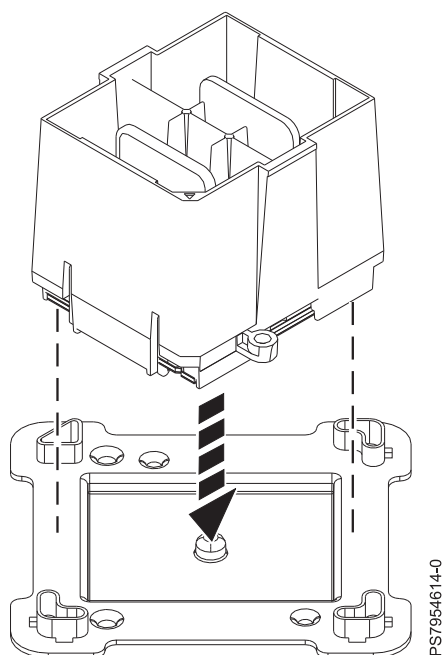

図 37. パッケージのトップ・カバーにツールを斜めにして置く
10. ツールの外側をつかみ、ツールとマイクロプロセッサをソケットから持ち上げ、ステップ 6 (75 ページ) で開いたマイクロプロセッサのパッケージのトップ・カバーに斜めにして置きます (81 ページの図 37 を参照)。